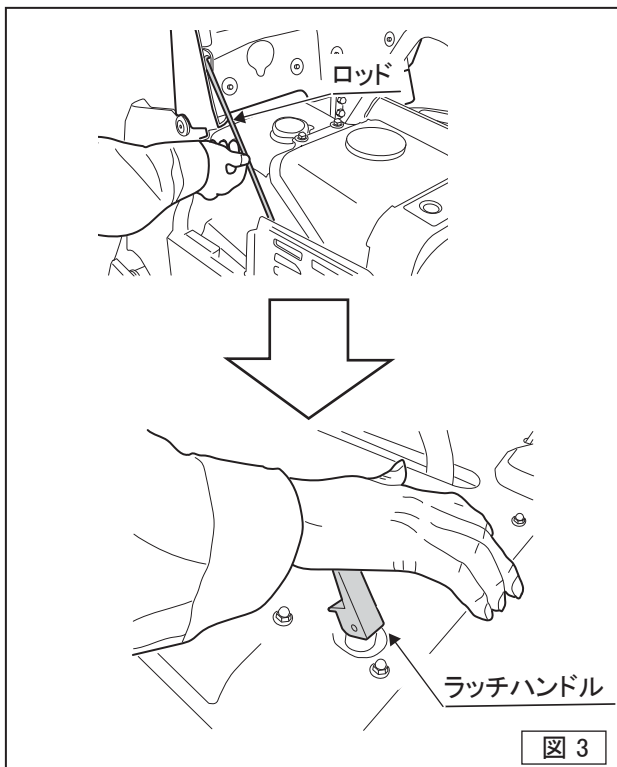

図 3
- トップカバーを閉める時、ロッドを指で軽く持ち上げながら閉めてください。ラッチハンドルを手の平で押しトップカバーをロックしてください。ロックが不十分な場合、部品破損の原因となる恐れがあります。(図3)